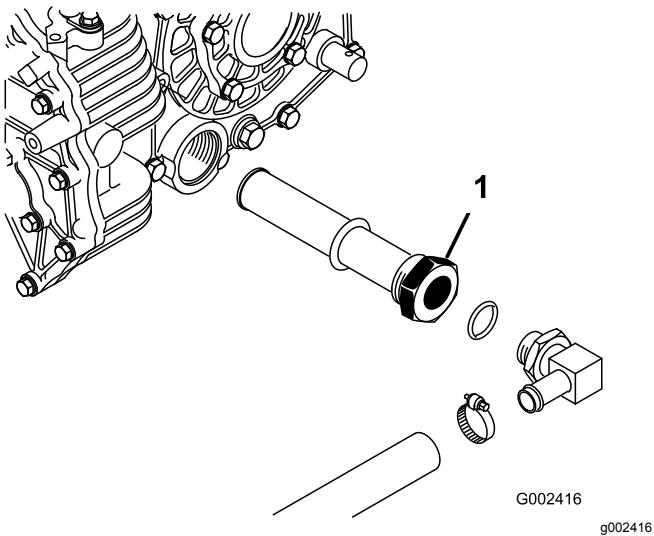

图67
3. 记下连接至液压油箱侧面滤网的液压油软管和 90°接头的方向 **图67**。